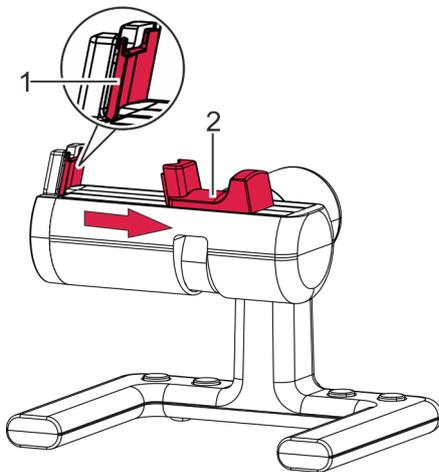

Abb. 22: Mikrofon Spannbacke
1. ➔ Spannbacke (Abb. 22/2) nach aussen ziehen.
2. ▶ Krone der Uhr gegen den Signalaufnehmer (Abb. 22/1) gerichtet auf den Spannbereich legen. Spannbacke vorsichtig loslassen.
3. ▶ Uhrwerk auf den Spannbereich legen, sodass die Krone der Uhr über dem Signalaufnehmer (Abb. 22/1) positioniert ist. Spannbacke vorsichtig loslassen.